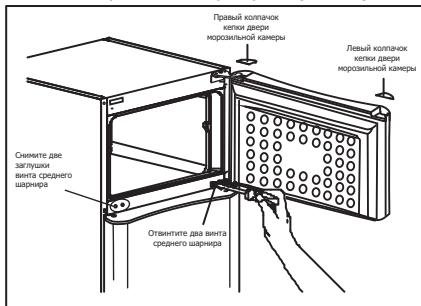

Рисунок 1.
- Снимите колпачки с верхней кепки двери морозильной камеры(для 260 модели). Открутите два винта, которые крепят средний шарнир (Рис. 1).Также снимите две заглушки винта среднего шарнира с левой стороны.